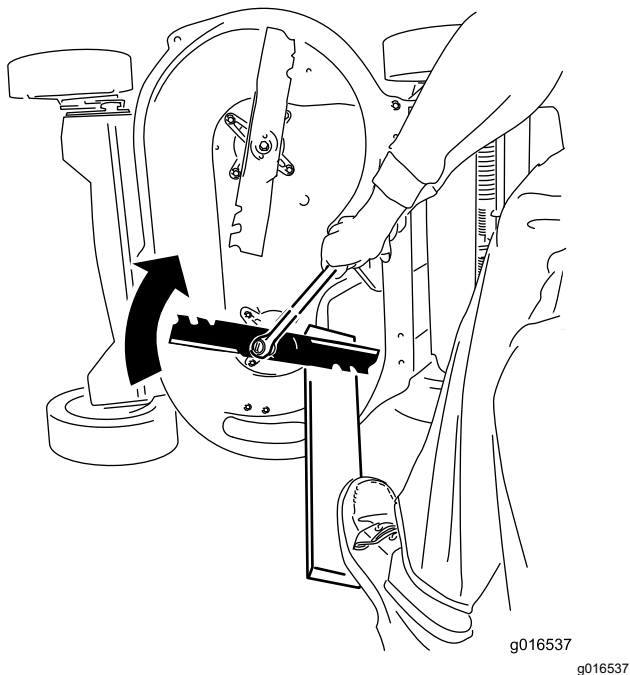

Figura 40
2. Inmovilice cada cuchilla con una tabla de madera, y gire el perno de la cuchilla en sentido horario con una llave dinamométrica, según se muestra en Figura 40; apriete el perno de cada cuchilla a 82 N·m (60 pies-libra).